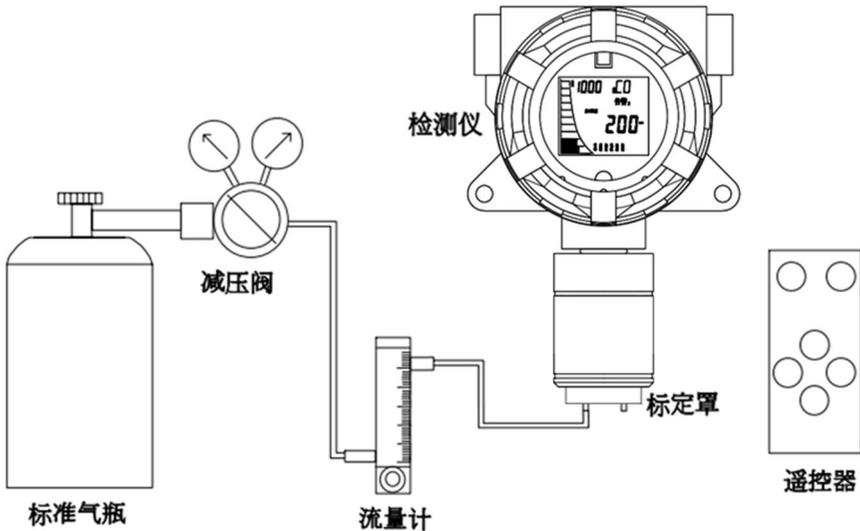

图 7.11 调试标定图
**功能：**气体探测器校准（参考图 7.11 调试标定图）